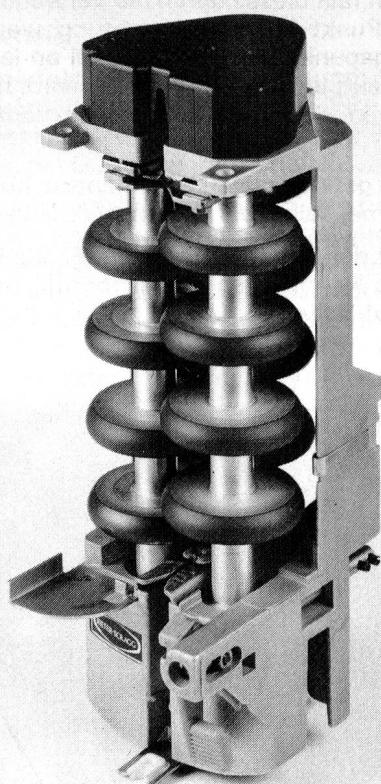

Abb. 8
- Grosskalibriger Antrieb und Lagerung (Abb. 8)